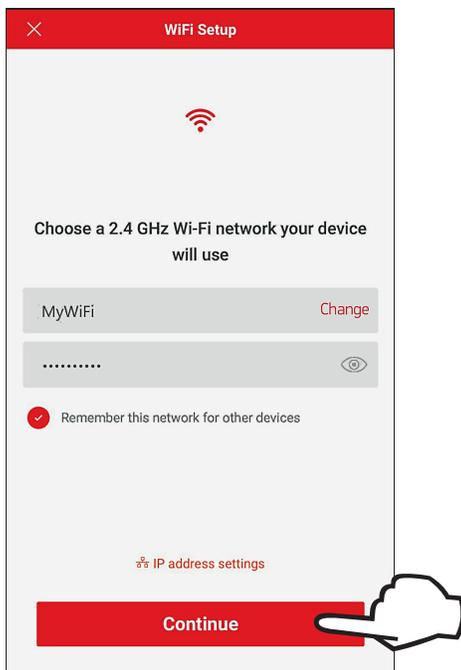

Figure 19. Configuration Wi-Fi
- L'écran "Wi-Fi setup" s'affiche. Sélectionnez ou entrez le réseau Wi-Fi auquel vous souhaitez connecter votre appareil et saisissez le mot de passe réseau. voir **Figure 19**.